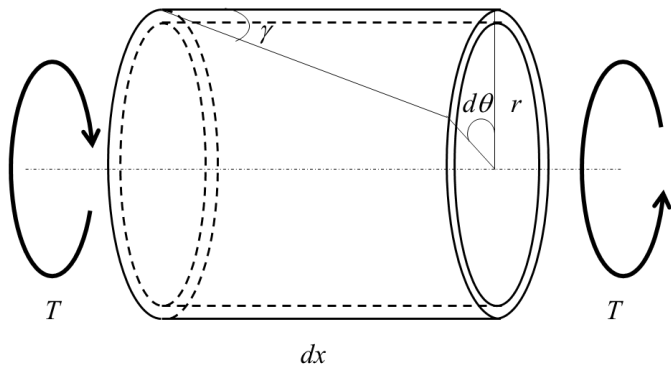

Fig.1.3 微小区間 $dx$
- (4) 図1.3のような微小区間 $dx$ におけるねじれ角 $d\theta$ を $G$ ,  $T$ ,  $I_p$ ,  $dx$ を用いて答えよ.
- (5) 点 O から見た点 B のねじれ角 $\phi_{OB}$ を求めよ.